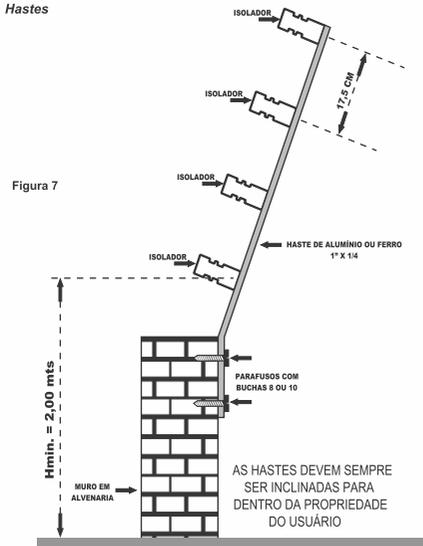

Figura 7
-Recomendamos o uso de barras chatas de alumínio, conforme ilustração da figura 7.